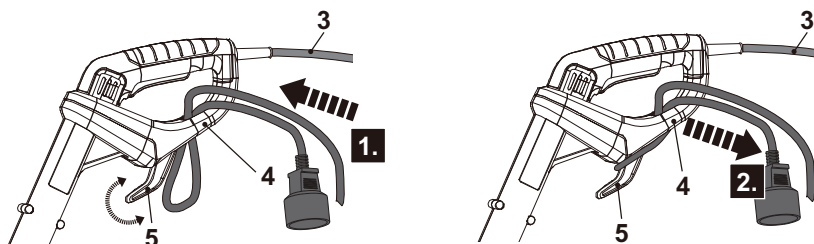

Fig. 2
1. Gire el retenedor de cable (giratorio) (5) y asegúrese de que la punta del retenedor de cable (giratorio) (5) apunte hacia adelante.
2. Doble el cable alargador hacia atrás, a unos 40 cm del extremo y pase el nudo por el agujero de la protección trasera (4) (Fig. 2, paso 1).
3. Páselo por el retenedor del cable (5) y tire suavemente de él para asegurarse de que está bien sujeto (Fig. 2, paso 2).